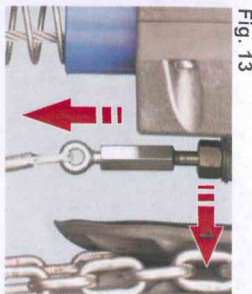

Fig. 13
2. Rastebolten (fig. 11) er utsyrt med et trekktau. Draretingen (fig. 13) er definert nedover.
3. Trekk ut rastebolten (fig. 13), da sprøtter kjedehjulet hørbart ut på siden (handling 1) ved hjelp av fjærkraft.
4. Kjedehjulet (fig. 10) dreies fram og tilbake ved å trekke i kjedet til drivverket er på plass. Løse dratauet på rastebolten, det sprøtter tilbake til utgangsstillingen (fig. 13).